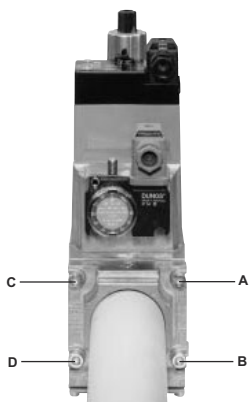
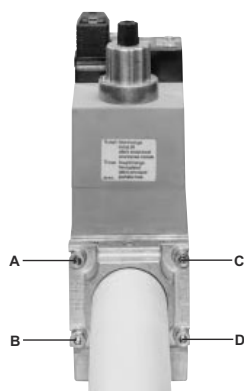

Рис. 26
Рис. 27
3. Затянуть винты А, В, С и D (Рис. 26 - Рис. 27), (Рис. 29), соблюдая дистанции монтажа (Рис. 29);
1. Расслабить винты А и В, но **не снимать** их (Рис. 26 и Рис. 27)
2. Отвинтить винты С и D (Рис. 26 и Рис. 27)